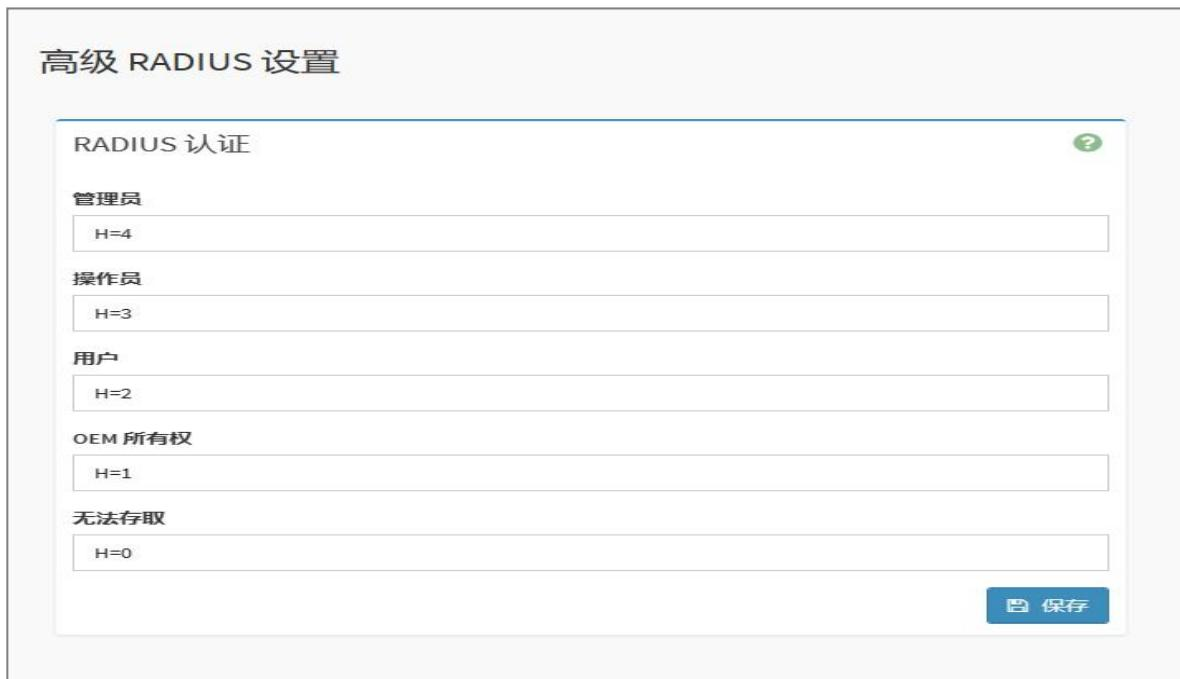

图 5.7-14：高级 RADIUS 设置
2. 单击“高级 RADIUS 设置”。打开 Radius 授权窗口，如图 5.7-14。